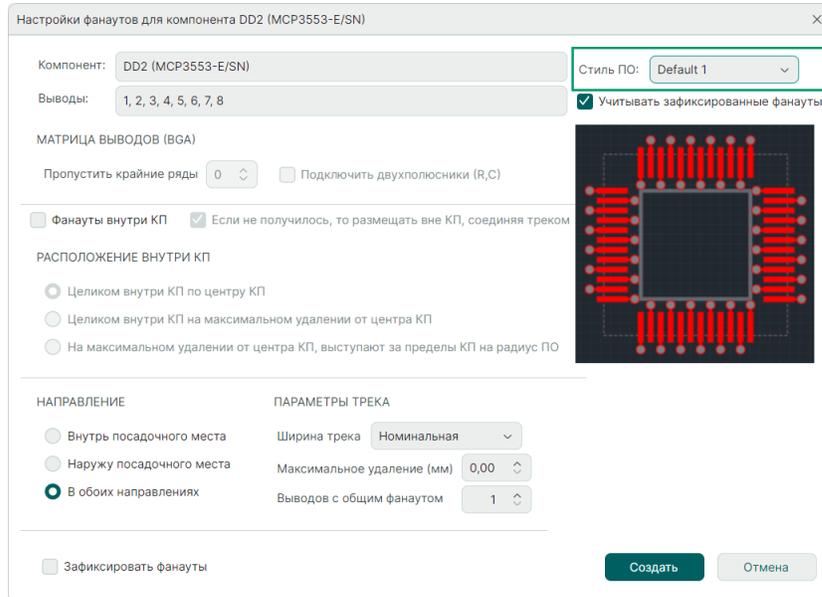
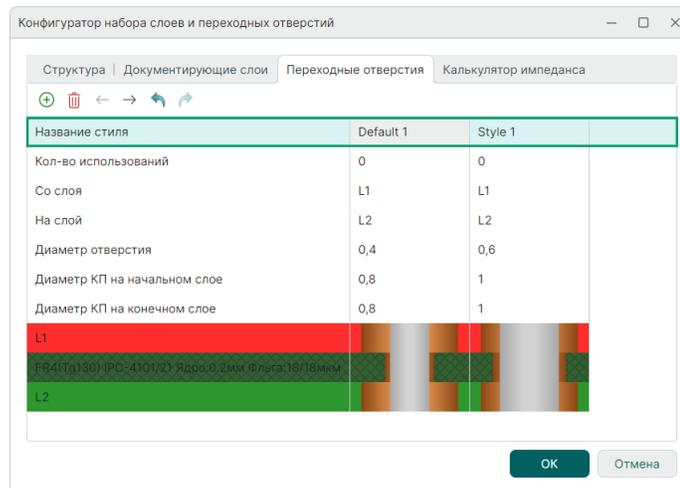

Рис. 301 Выбор стиля переходного отверстия
Рис. 302 Создание стиля переходного отверстия
- Выбор стиля переходного отверстия, см. Рис. 301, заданного в окне «Слои и переходные отверстия» → «Конфигуратор набора слоев и переходных отверстий» → «Переходные отверстия», см. Рис. 302.